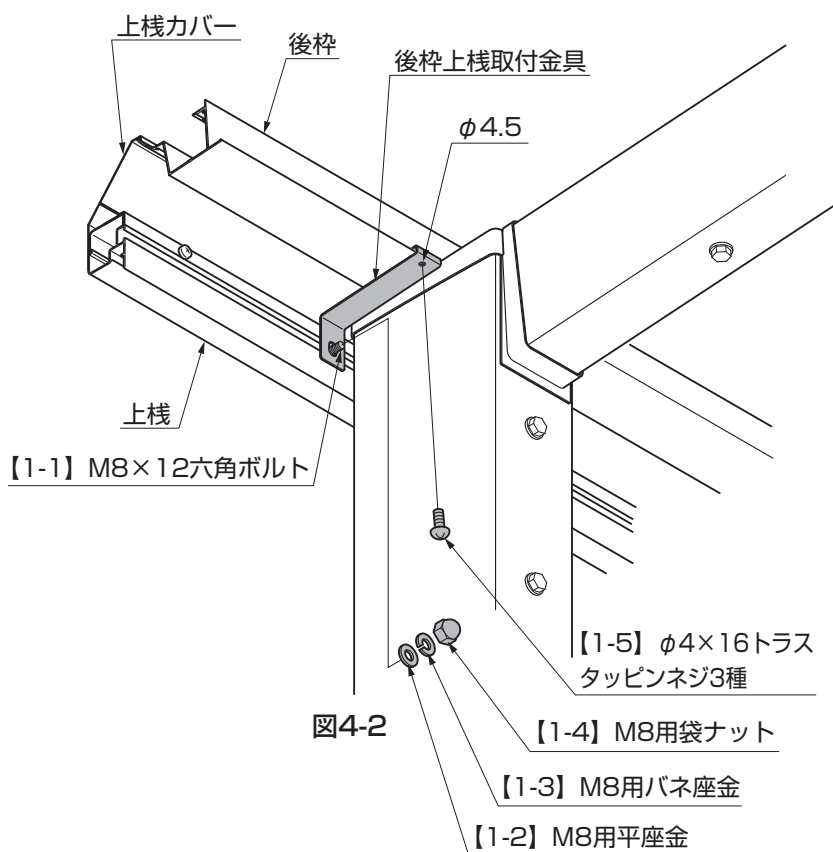

図4-2
- ③後枠に上棧カバーを引掛け、後枠上棧取付金具を【1-1】、【1-2】、【1-3】、【1-4】で固定してください。(図4-2参照)
- ④後枠上棧取付金具の穴をガイドにして、後枠にφ4.5の穴をあけて【1-5】で取付けてください。(図4-2参照)